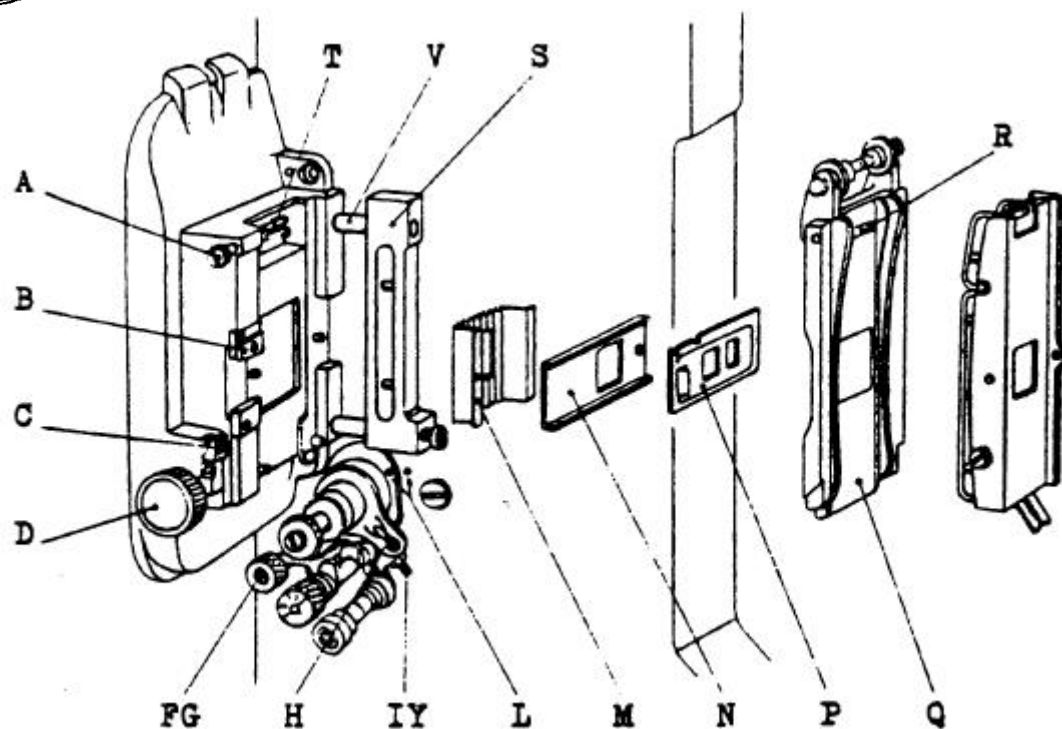

FIG. 15
- sulle aste del reggi-pessore (fig. 15 el. V)